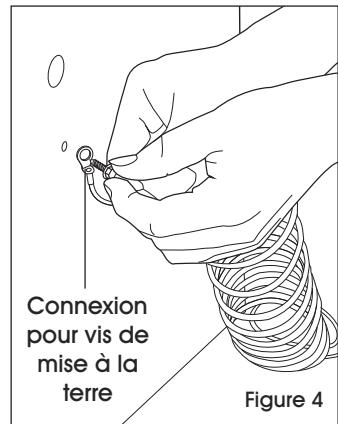

Figure 4
2. Desserrez la vis à l'aide d'une clé de 8 mm (5/16 po) ou d'un tourne-écrou. (Voir Figure 4) Fixez le câble de mise à la terre et resserrez la vis.